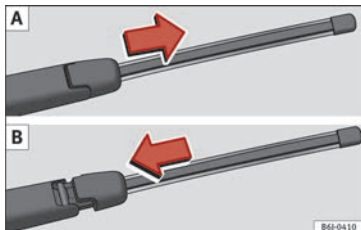

Fig. 171 Substituição da escova do limpa-vidros traseiro.
- Deslizar o adaptador da escova na direção da seta e retirar a escova » **Fig. 171 A.**
- Posicionar a escova, tal como se indica na » **Fig. 171 B** e deslizar o adaptador até que encaixe.